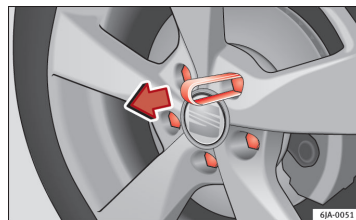

Fig. 120 Roue : boulons de roue avec capuchons
- Encastrez la pince en plastique (outillage de bord) sur le capuchon ⇒ fig. 120.